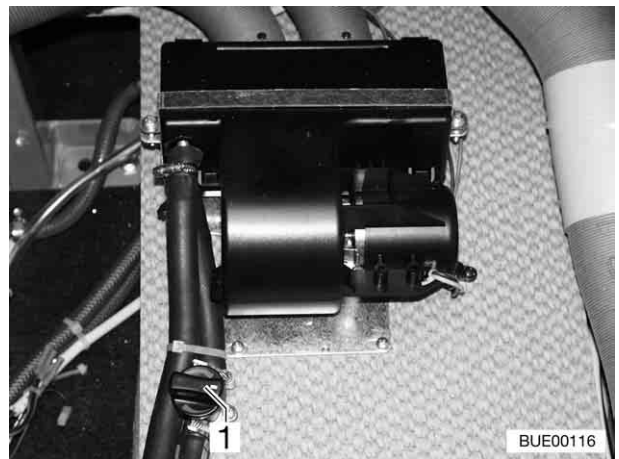

Fig. 119 Echangeur de chaleur
L'espace habitable du camping-car peut être chauffé, de façon complémentaire, par l'échangeur de chaleur (Fig. 119) pendant le voyage.
- Tourner le bouton tournant (Fig. 119,1) du régulateur de débit jusqu'à la position souhaitée.